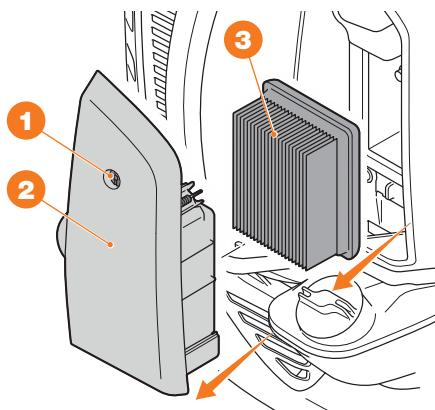

Рис. 13
- Открутите крепежные элементы **1** (рис. 13).